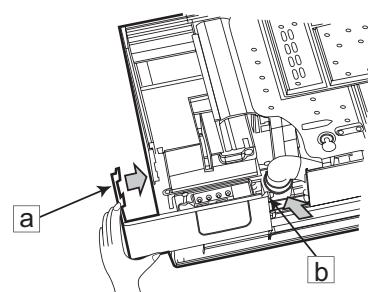

图14-1
用手将面框右下角风室下盖板①、⑥处的勾子沿箭号方向拉，将风室下盖板取出。（如图14-1）